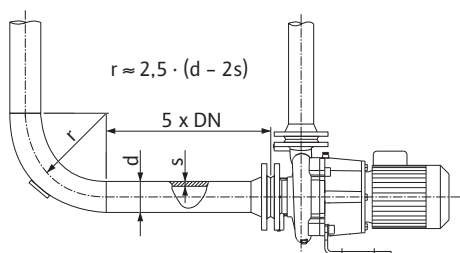
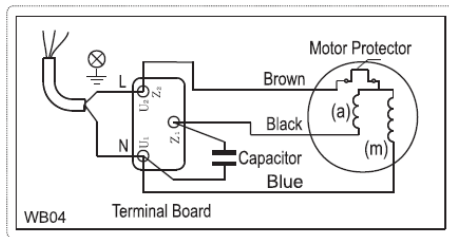

Fig. 4: Išlyginimo linija prieš siurbį ir už jo
Fig. 5: Prijungimas prie kintamosios srovės tinklo
- Prijungimas prie maitinimo tinklo priklauso nuo variklio galios  $P_2$ , tinklo įtampos ir įjungimo būdo. Sujungimo tiltelių gnybtų dėžutėje jungimo schema pateikta tolesnėje lentelėje bei Fig. 4 ir Fig. 5.